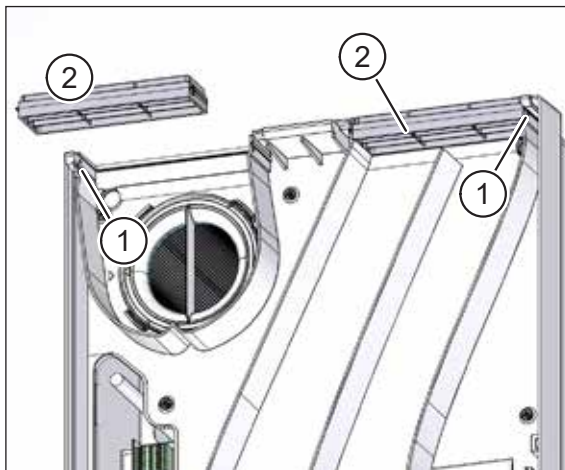

Abb. 40: Luftgitter entfernen
- ▶ Drücken Sie die beiden Nasen (Pos. 1 in Abb. 40) vorsichtig nach außen und ziehen Sie die beiden Luftgitter (Pos. 2 in Abb. 40) nach vorne heraus.